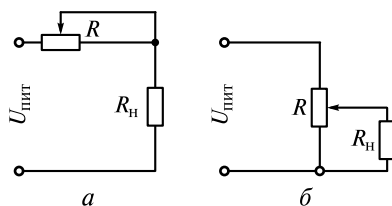

Рис. 1.1. Схемы включения переменных резисторов (к решению задач 1.18; 2.3; 2.13)
Наиболее распространенные схемы включения переменных резисторов приведены на рис. 1.1, а, б.
1.18. В каких пределах можно изменять ток нагрузки R_H переменным резистором R (см. рис. 1.1, а); напряжение на нагрузке R_H резистором R (см. рис. 1.1, б)? Найти силу тока электрической цепи, схема которой соответствует рис. 1.1, б, если $U_{пит} = 42$ В, $R = R_H = 60$ Ом, а подвижный контакт находится посередине.
Решение. Эквивалентное сопротивление, приведенных на рис. 1.1 цепей, следующее: